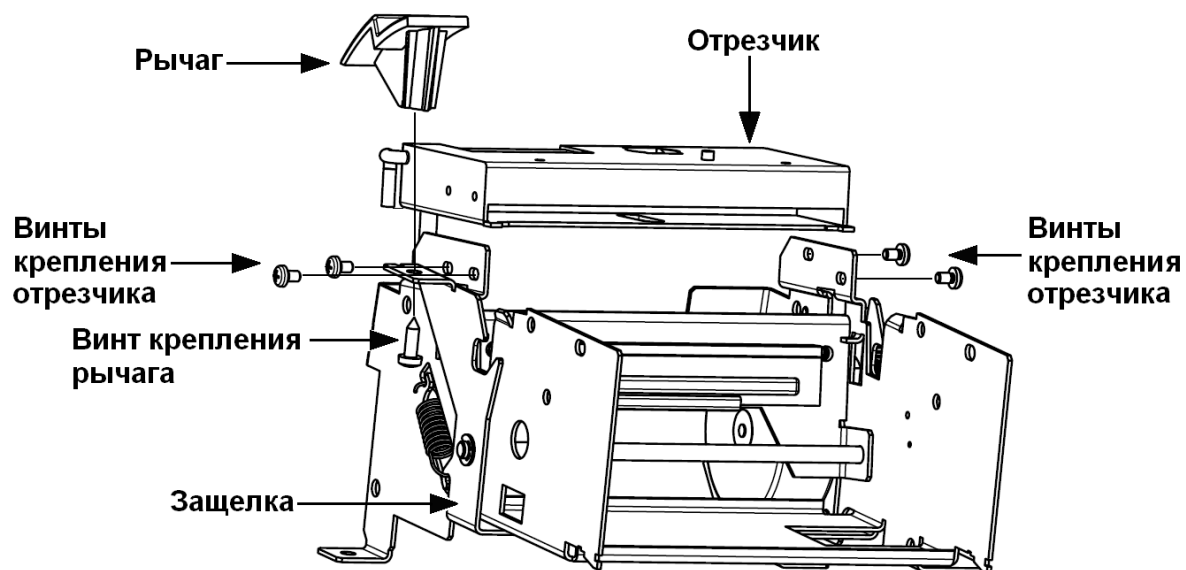

Рис.12 Снятие отрезчика
1. Снимите рычаг, открутив винт крепления рычага к защелке (см. Рис.12).
2. Снимите отрезчик, открутив 4 винта крепления отрезчика (см. Рис.12)